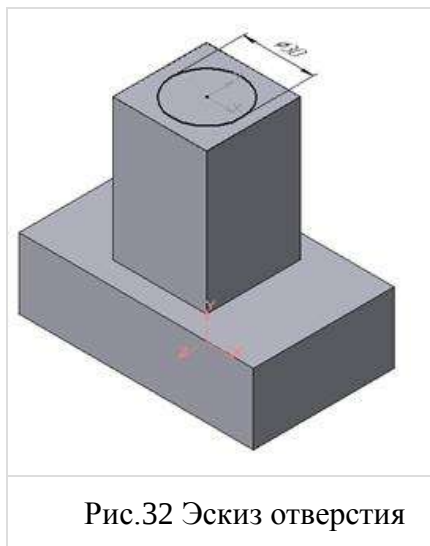
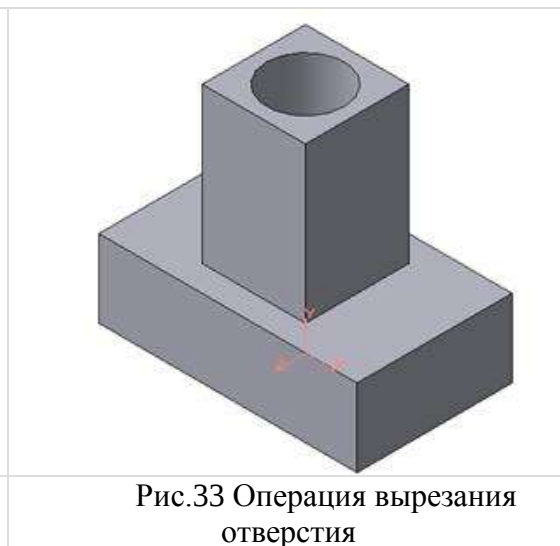
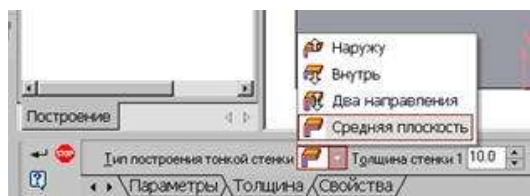

Рис.32 Эскиз отверстия
Рис.33 Операция вырезания отверстия
Рис.34 Выбор толщины ребра
3. Для создания цилиндрического отверстия на верхней грани призмы вычертим эскиз отверстия – окружность радиусом 15 мм (рис.32) и вырежем отверстие выдавливанием на глубину 40 мм (рис.33).
5. Для построения ребер жесткости служит кнопка  Ребро жесткости. На панели свойств команды (рис.34) закладка Толщина позволяет выбрать Толщину ребра жесткости. Закладка Параметры позволяет определить:
3. С помощью кнопки Местный вид на странице Ассоциативные виды (рис.34) строим местный вид, для которого можно выбрать свой масштаб, например, 2:1 с помощью контекстного меню редактирования вида (рис.32), которое вызывается щелчком правой кнопкой мыши на выделенном виде. При изменении масштаба следует изменить обозначение местного вида: А (2:1).
1. Начертим контур, ограничивающий выносной элемент с помощью кнопки  Выносной элемент, расположенной на странице Обозначения (рис.33). Вначале укажите точку центра контура, ограничивающего выносной элемент, затем задайте размеры конура и укажите точку начала полки т2.